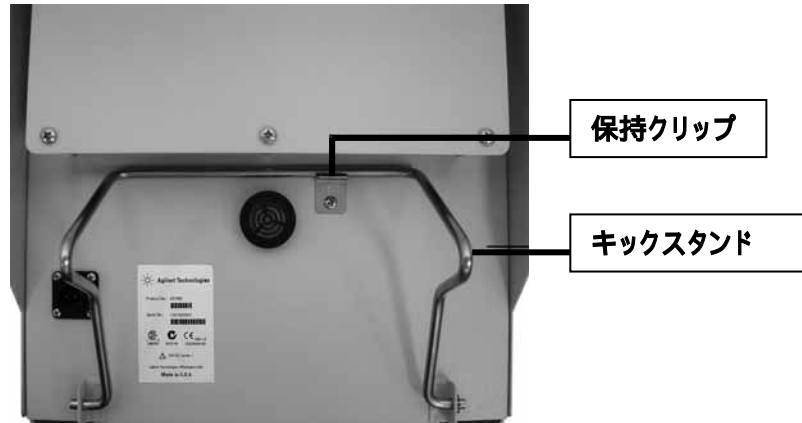

図12 キックスタンドの保持クリップ
1. キックスタンドを保持クリップから外します。図12を参照してください。